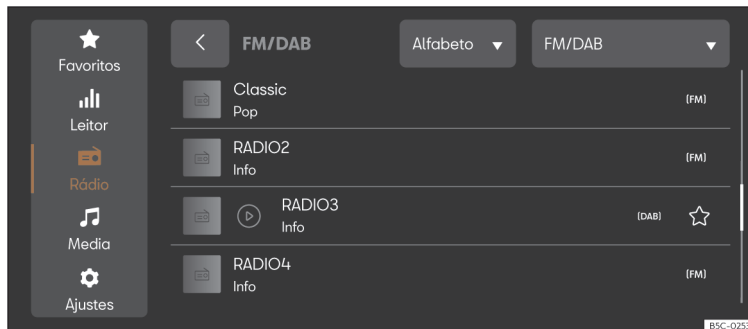

**Fig. 174** Representação esquemática: Vista Rádio.
- Pressione **HOME** > > > > > **Fig. 174**.